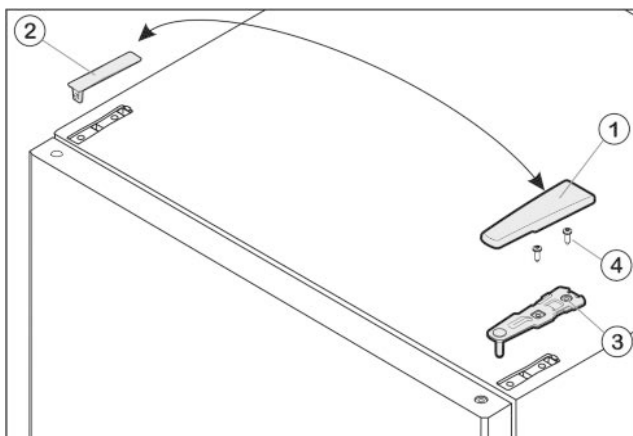

Fig. 7
- ▶ Потяните крышку Fig. 7 (1) вперед и вверх.
- ▶ Снимите крышку Fig. 7 (2).
- ▶ Открутите верхний опорный кронштейн Fig. 7 (3)(2 шт. Torx® 25) Fig. 7 (4) и вытяните вверх.
- ▶ Установите верхний опорный кронштейн *Fig. 7 (3)* на новой стороне шарнира и защелкните в дверце.
- ▶ Привинтите верхний опорный кронштейн (**с моментом 4 Нм**)(2 шт. Torx® 25) *Fig. 7 (4)*. При необходимости проделайте отверстия или используйте аккумуляторную отвертку.
- ▶ Наденьте и защелкните крышку *Fig. 7 (1)* и крышку *Fig. 7 (2)* на противоположной стороне снаружи.